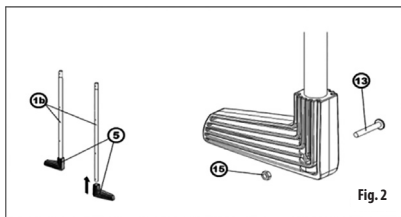

Fig. 2
Tryck fast stödbågar (5) mot rätt ändskydd (utifrån hålen) på bakre stödben (1b). Skruva ihop fästena med de medföljande skruvar (13) och muttrar (15). (Fig. 2)